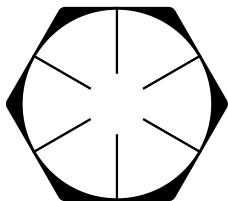

FIG. 4
4. Fixe o anel de fixação à flange com os parafusos GRADE 8 (Fig. 4) fornecidos, apenas 1 ou 2 roscas devem ser engatadas neste momento.
Afrouxe todos os parafusos do anel de fixação. Segure uma extremidade do elemento elástico na divisão e retire as flanges. Verifique se apenas 1 ou 2 roscas de cada parafuso do anel de fixação estão engatadas. Instale o novo elemento flexível de acordo com as etapas 5 e 6. Ao substituir os parafusos dos anéis de fixação, use somente S.A.E. Grau 8 ou equivalente. (Fig. 4).